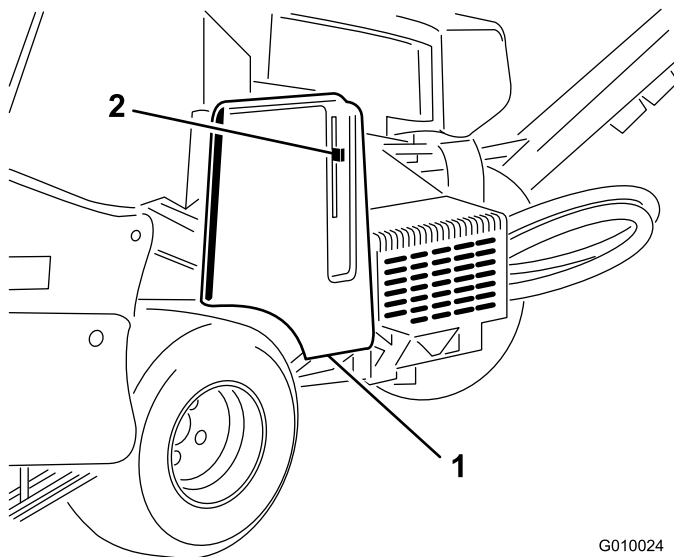
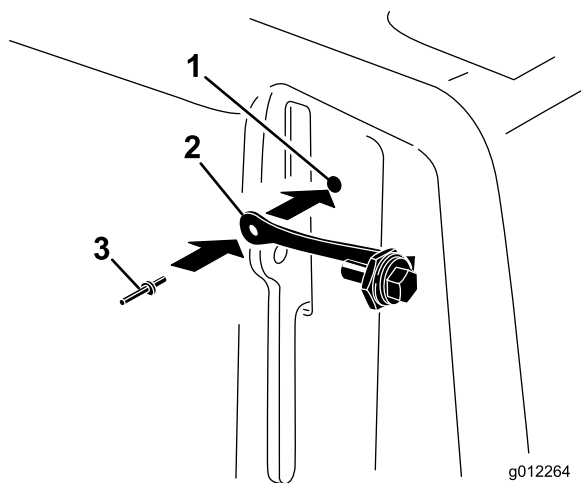

Figura 6
Figura 7
1. Localizezi orificiul din capacul curelei de lângă maneta de blocare (Figura 6 și Figura 7).
2. Folosind orificiul din capacul curelei, montai ansamblul nurului cu un nit pop (Figura 7).